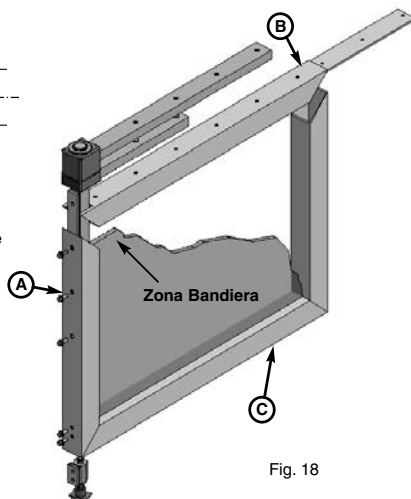

Fig. 18
- Inserire il piatto d'acciaio nella sede corretta del traverso superiore **B** (Fig. 18).